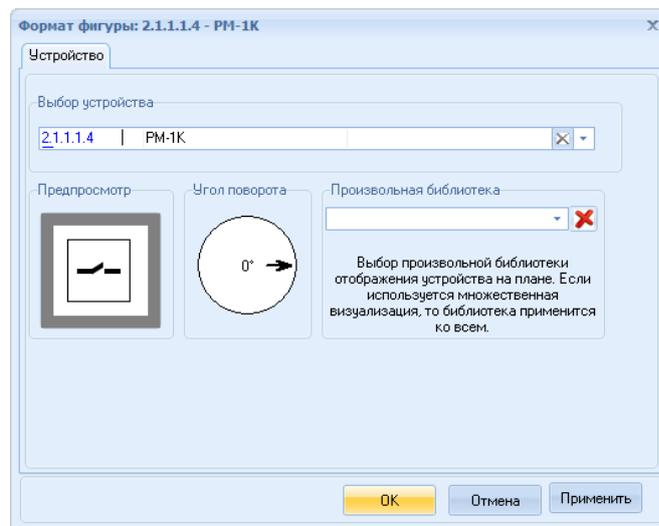

Рисунок 6.13
- свойства, позволяет открыть окно «Формат фигуры». В строке **Выбор устройства** можно выбрать устройство из раскрывающегося списка. С помощью функции «Угол поворота» можно изменить угол поворота для изображения устройства на плане. В строке **Произвольная библиотека** можно выбрать изображение устройства из библиотеки устройств. Для замены изображения устройства используется независимая копия устройства. Изображения устройств создаются и редактируются во вкладке Библиотека (17.2). Если не используется множественная визуализация устройств, то выбранное изображение будет применено только к данному устройству (рисунок 6.13).